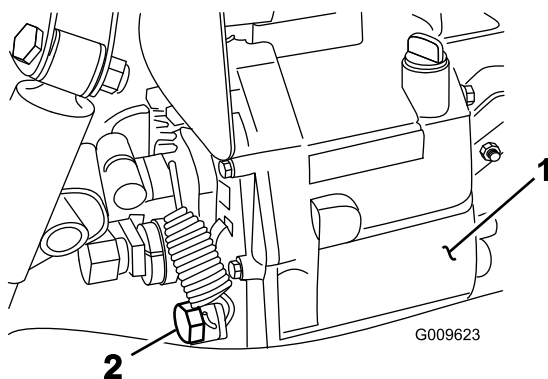

Figura 66
2. Retire el tapón de vaciado del lado del depósito y deje que se drene el fluido hidráulico en el recipiente (Figura 66).